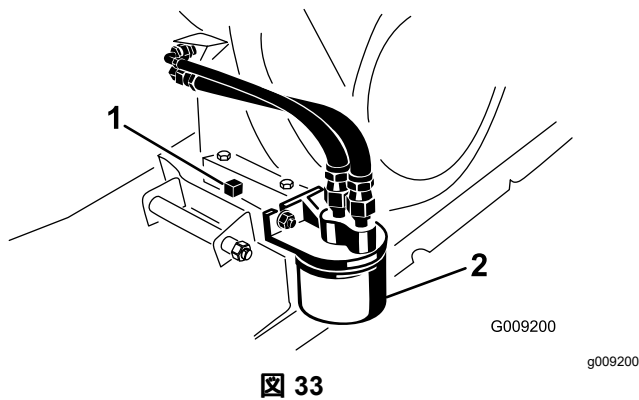

図 33
6. ドレンプラグの下にオイルを受ける容器をおく 図 33。
7. ドレンプラグを抜きシールを外す(図 33)。
2. 既存のオイルフィルタを外す(図 33)。
4. ガスケットが取り付けプレートに当たるまで手で回して取り付け、そこから更に 1/2-3/4 回転増し締めする(図 33)。